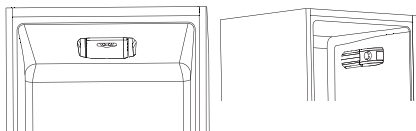

Abb. 4
- Die Thermostatgruppe zur Steuerung des Geräts ist im Inneren des Kühlraums untergebracht (Abb. 4). Drehen Sie den Thermostatregler über die Position "0" hinaus. Das Licht ist eingeschaltet, wenn die Kühlschranktür geöffnet ist.